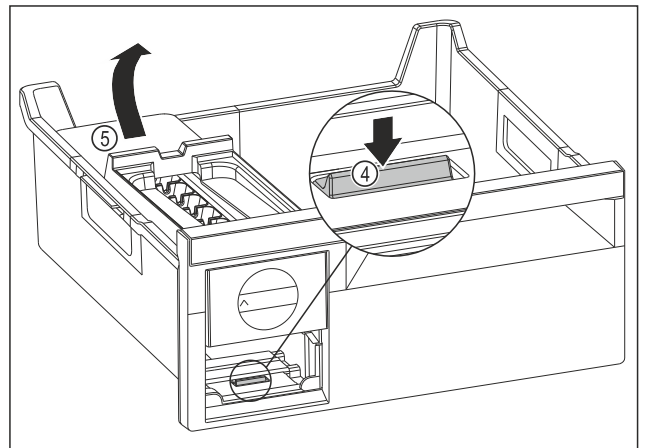

Fig. 106
- ▶ Extraer el cuerpo del EasyTwist-Ice: Presionar la lengüeta Fig. 106 (4) con los dedos hacia abajo subiendo al mismo tiempo por detrás con la otra mano el cuerpo del EasyTwist-Ice Fig. 106 (5).